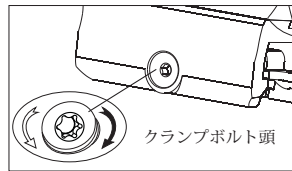

図4-2
- 1) マウント側のクランプ調整ボルトの端にトルクスソケットが1つあります（図4-2参照）。取り付け前に、付属のトルクスレンチでボルトを緩めてクランプを外します。